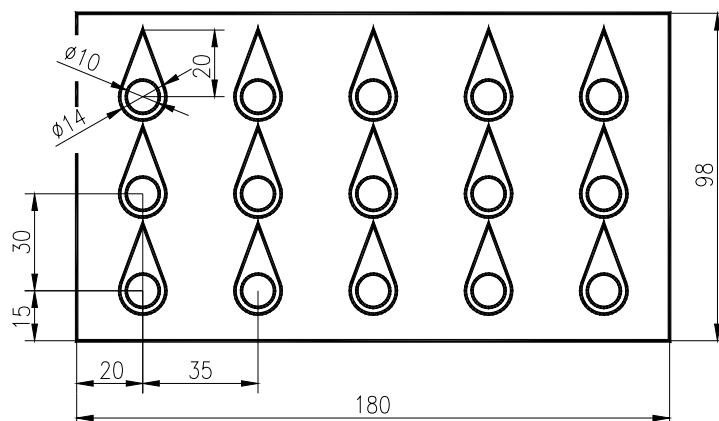

Fig. U7.12
2. Realizați desenul din Fig. U7.12, utilizând pentru multiplicarea obiectelor din interiorul dreptunghiului comanda *ARRAY*, opțiunea *R*.